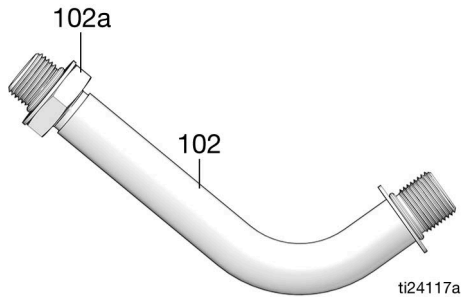

FIG. 4
4. Installer la rallonge (102) sur le compteur.
- a. Desserrer l'écrou d'extension (102a) jusqu'à ce qu'il soit complètement hors du filetage du tube (FIG. 4).